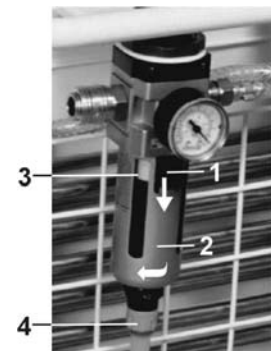

Рис.17
**Компрессоры с конденсационным и фильтровальным элементом (Рис.17)**
(Рис.17)